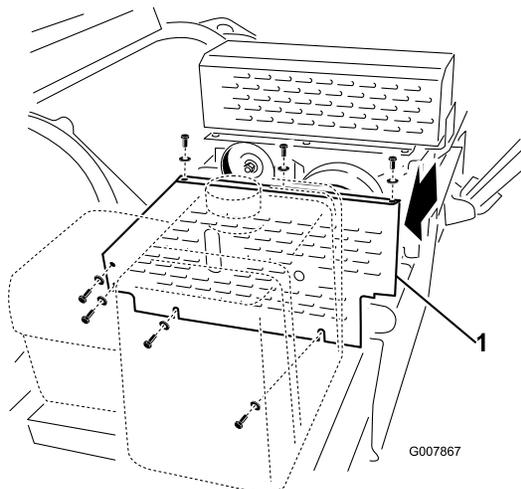

Figura 53
1. Retire la cubierta de la correa (Figura 53).